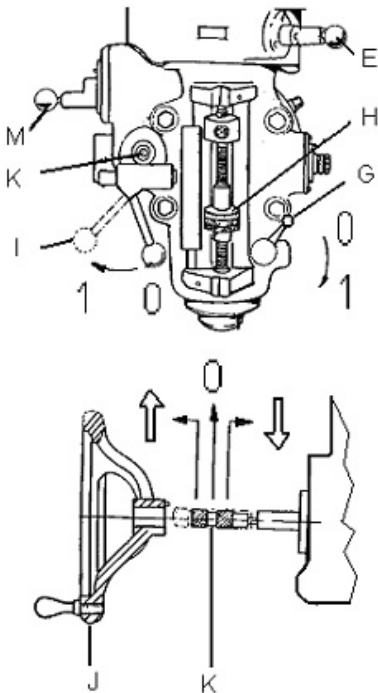

Рис. 9
Маховик точной регулировки пиноли (J, рис. 9) вы можете активизировать посредством рычага (I) Вкл/Выкл подачи при сверлении.